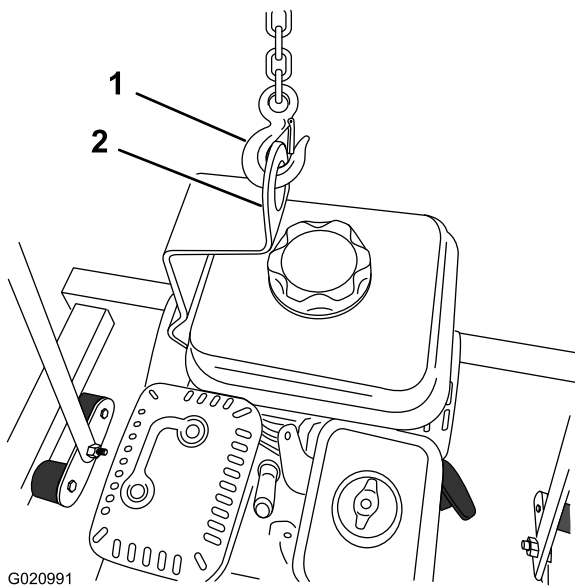

Figure 21
3. Placez le crochet, la sangle ou le câble du matériel de levage devant le trou du support de levage (Figure 21).
6. Retirez le matériel de levage (Figure 21).